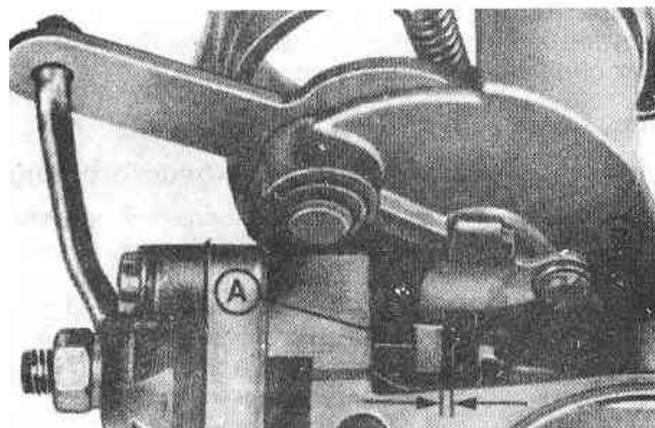

рис.3.96. Регулировка зазора пружины модулятора (Разд.36) A. Рычажок воздушной заслонки B. Пружина модулятора
10. Снимите верхнюю часть корпуса карбюратора, как описано в разделе 34, пункт 2. Замерьте зазор между пружиной модулятора и рычагом воздушной заслонки хвостовиком сверла. Если зазор не соответствует указанному в спецификации, отрегулируйте его подгибом пружины до получения необходимого зазора (Рис.3.96).